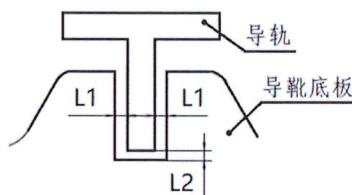

图 3
- 12) 导靴底板槽口与导轨两侧工作面的距离（见图 3，L1）相等。
- 13) 导靴底板槽口与导轨顶面的距离（见图 3，L2）需符合要求。